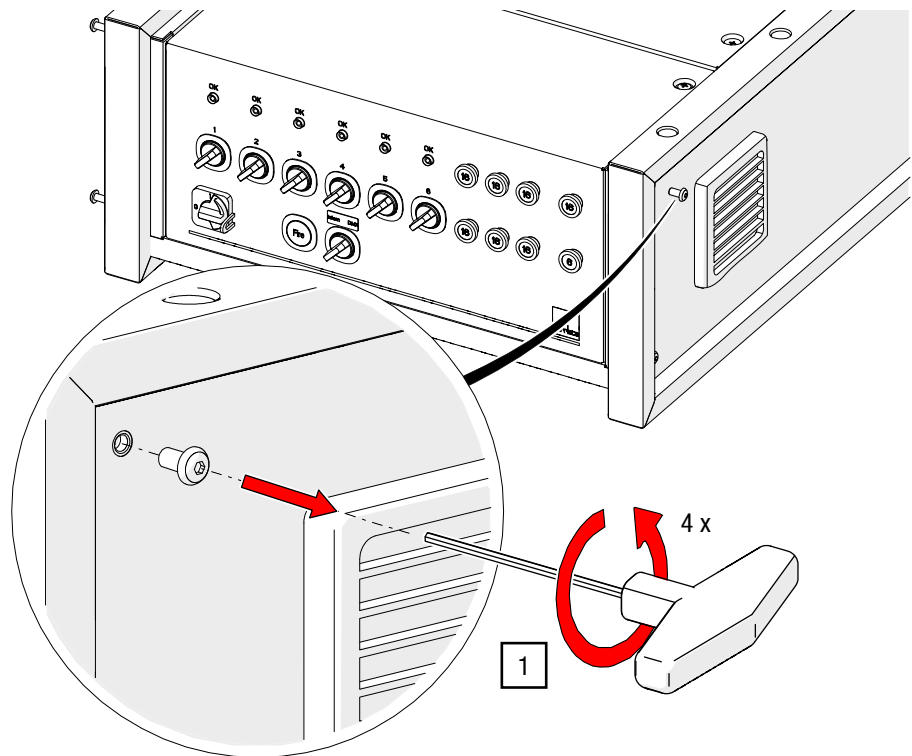

Abb. 20: Steuerung G-FRAME Schrauben für Montagewinkel lösen (Steuerungsmodell kann abweichen)
Steuerung G-FRAME	Das Bedienfeld ist an Frontseite der liegenden Steuerung montiert (siehe Abb. 20).
1. Lösen Sie die 4 beidseitig vorm. Innensechskantschrauben im vorderen Bereich des Gehäuses mit dem Innensechskant SW 4 (siehe Abb. 20).